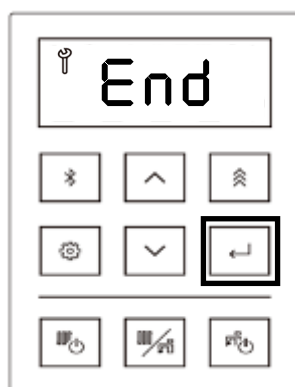

Figure 156
20. Appuyer sur la touche de sélection, l'écran affiche « End » (Figure 156).